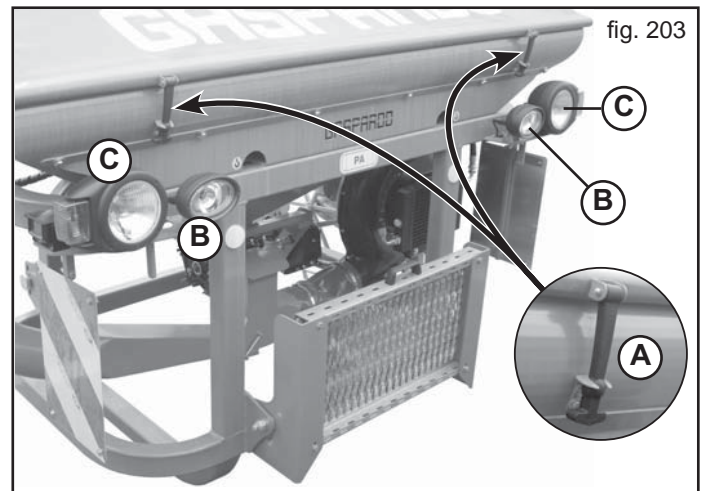

fig. 203
- 7) Beim Transport auf der Straße müssen die Behälter und Trichter leer sein. Höchstgeschwindigkeit 25 km/h. Immer die Tankabdeckung mit Haubenschluss sichern (A, Fig. 203) Regelmäßig den Haubenschluss auf Alterung überprüfen und bei Bedarf austauschen!
- 10) Wenn die geschleppten oder an dem Schlepper angebrachten Ausrüstungen und Geräte die Sichtbarkeit der Signalisierungs- und Beleuchtungsrichtungen des Schleppers verdecken, müssen diese Vorrichtungen auch an den Ausrüstungen angebracht werden, wobei die Vorschriften der im jeweiligen Anwendungsland geltenden Straßenverkehrsordnung zu beachten sind. Beim Gebrauch ist zu kontrollieren, daß die Anlange einwandfrei funktioniert. Befahren öffentlicher Strassen nur mit ausgeschalteten Arbeitsscheinwerfern (B, Fig. 203). Abblendlicht (C, Fig. 203) nur unter Beachtung örtlicher Bestimmungen einstellen und benutzen.